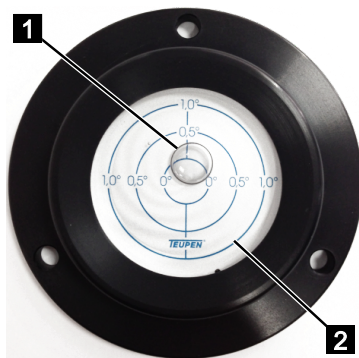

Abb. 96
6. Das Chassis durch Ausrichten der Stützen nach der Dosenlibelle (Abb.96) in waagerechte Position bringen. Die Blase (Abb.96/1) der Dosenlibelle muss sich innerhalb des 1°-Kreises (Abb.96/2) befinden.